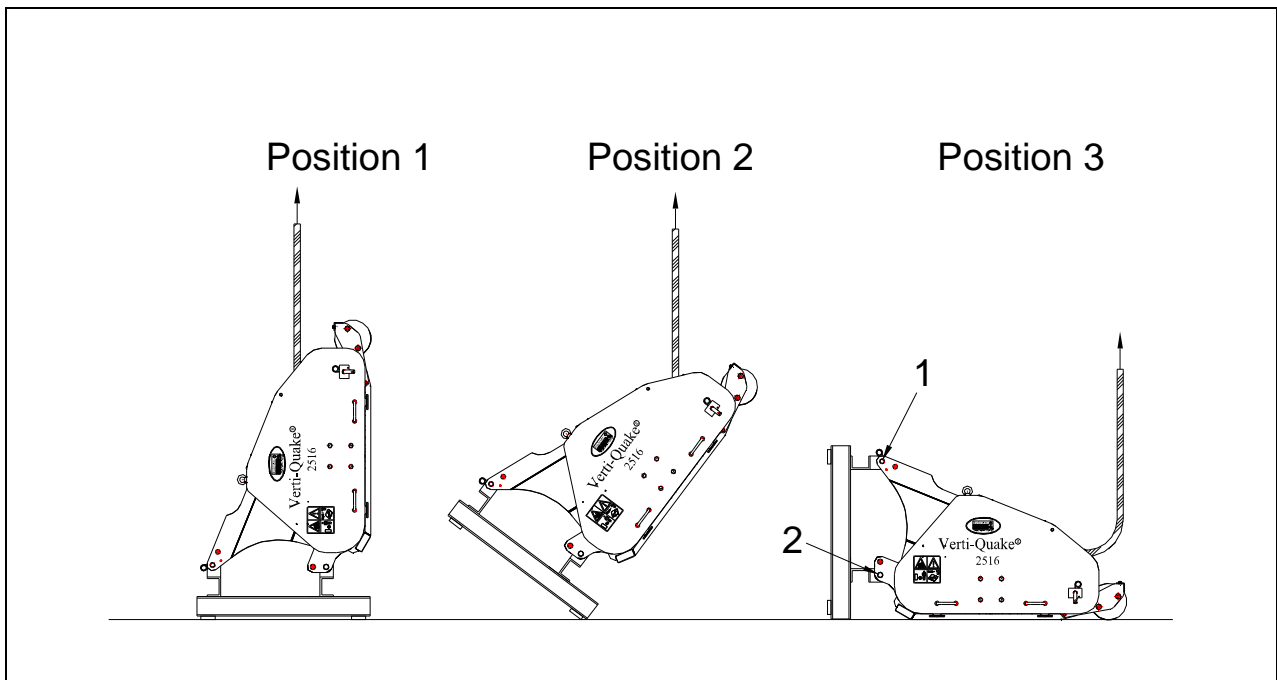

Fig. 6
Maskinen står vertikalt på pallen. Gör på följande sätt för att avlägsna pallan och placera maskinen horisontellt på marken (fig. 6):
1. Fäst en kabel i lyftpunkterna på var sida av maskinen. (Fig. 6 position 1)
3. Se till att maskinen står på pallens ena kant. (Fig. 6 position 2)
4. Sänk maskinen kontrollerat och försiktigt tills den står stadigt på marken. (Fig. 6 position 3)